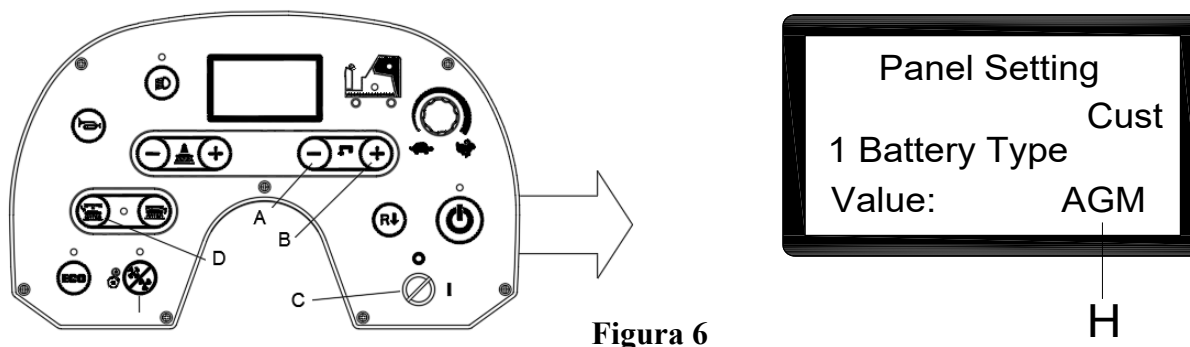

Figura 6
1. Pulse al mismo tiempo el botón del caudal de agua «-» (A, figura 6) y «+» (B, figura 6).
2. Introduzca la llave de encendido (C, figura 6) y colóquela en la posición «I».
3. Varios segundos más tarde, entre en la pantalla de selección del modo de batería (figura 6).
4. Pulse el botón del caudal de agua «-» (A, figura 6) y «+» (B, figura 6) para seleccionar el modo de batería (H, figura 6).
5. Pulse el botón de desbloqueo (D, figura 6), Al cabo de 3 segundos aparece «Actualización OK» esto quiere decir que la actualización se ha realizado correctamente, reinicie la máquina. (C, figura 6).